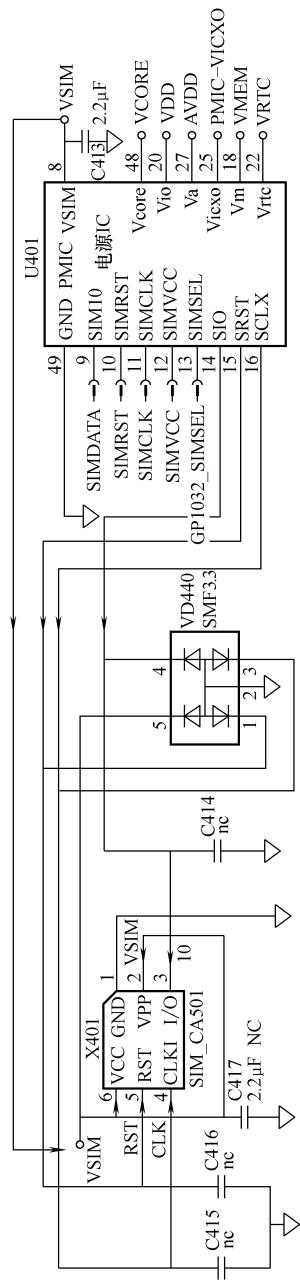

图 4-35 SIM 卡电路结构原理图
基于上述 SIM 卡端口的分析，我们大致就能概知 SIM 卡电路的结构。如图 4-35 所示，主要由 SIM 卡接口、保护管电路、卡供电、卡时钟、卡复位、卡数据、卡编程、卡接地等电路组成。
1) 英文符号的含义。下面，我们对图 4-35 中重要的英文符号的含义作一简单的了解。
2) 电路中的元器件。下面，我们对图 4-35 中关键的元器件作一简要的了解。
我们参考图 4-35 来分析 SIM 卡电路的工作原理。